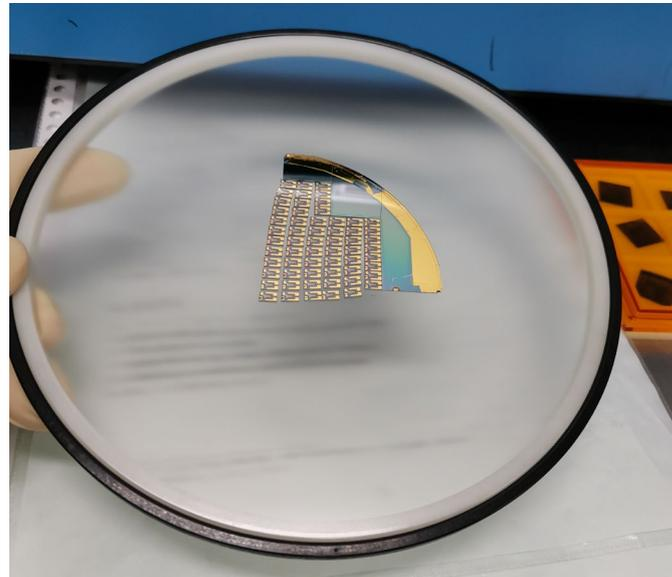

Fig. 2 Photograph of MEMS chip after dicing
①エッチングしたチップを自社の顕微鏡で観察した。 SiO_2 をエッチングするレシピではあるが、 Ta_2O_5 もエッチングできた。
②Fig2 はステルスダイシングで切断した MEMS チップの写真である。チップの表面に付着するゴミの量がかなり軽減できたことを確認した。